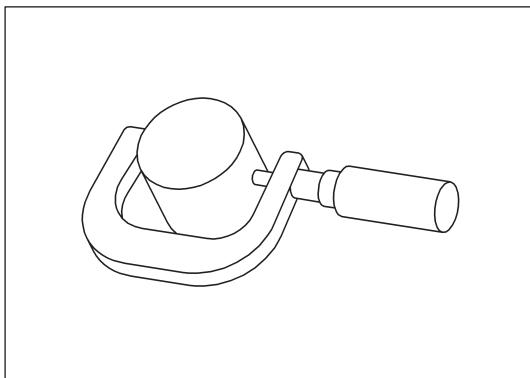

Рис. 12-3-31. Измерение диаметра толкателя клапана
b) При помощи микрометра измерить диаметр толкателя клапана, как изображено на рис. 12-3-31.